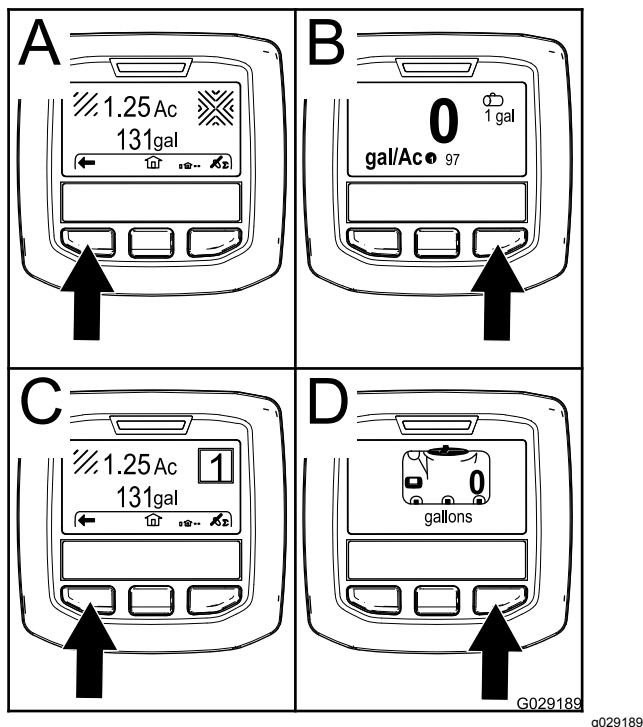

Figura 61
- Botão de seleção direito: **Área total pulverizada** (A de Figura 61)
- Botão de seleção direito: **Taxa de aplicação** (B de Figura 61)
- Botão de seleção esquerdo: **Sub-área pulverizada** (C de Figura 61)
- Botão de seleção esquerdo: **Volume do depósito** (D de Figura 61)